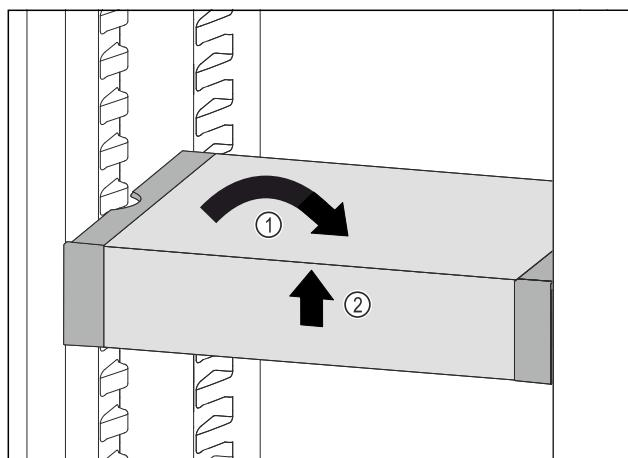

Fig. 48
- VarioSafe postavte rovně. Fig. 48 (1)
- VarioSafe vpředu zvedněte. Fig. 48 (2)